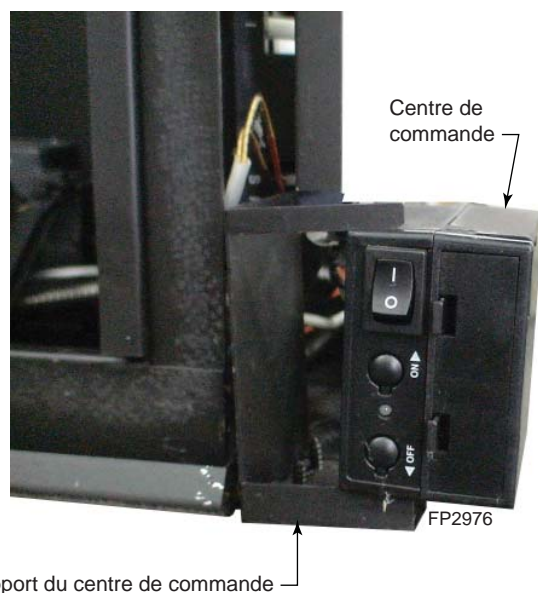

Figure 6
1. Retirez le centre de commande hors du support en le glissant à l'extérieur vers la droite. *Figure 6*